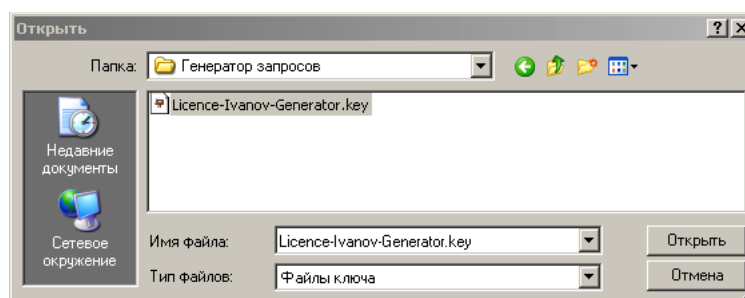

Рисунок 4.3
3) в рабочем окне «Открыть» (Рисунок 4.3.) необходимо найти и выбрать файл с лицензионным ключом с расширением .key, полученный от компании ООО «3В Сервис»;